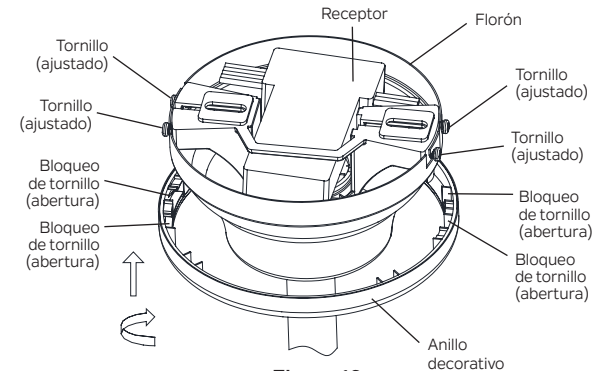

Figura 16
**Paso 5.** Levante con cuidado el anillo decorativo hasta la parte superior del florón. **(Figura 16)**
**NOTA:** El anillo decorativo se deslizará hacia arriba en su posición cuando esté alineado con las cabezas de los tornillos en el soporte de montaje en el techo. Alinee las aberturas en la parte superior de los bloqueos de tornillo (2 en cada lado del anillo decorativo) con las 2 cabezas de tornillo a cada lado del soporte de montaje en el techo. **(Figura 16)**
Gire con cuidado el anillo decorativo (en el sentido de las agujas del reloj) hasta que encaje en su posición en las cabezas de los tornillos. **(Figura 16)**.